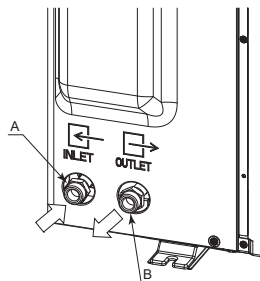

Fig. 6-1
6.1. Vannrørtilkobling (Fig. 6-1)
- Inngangs- og utgangsrørposisjon vises på Fig. 6-1.
[Fig. 6-1]